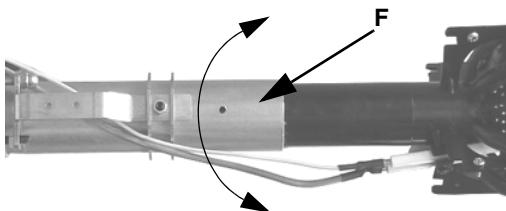
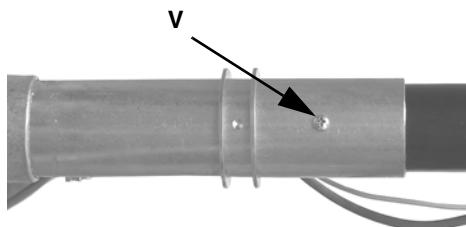

Fig. 19
Fig. 20
- 5 Scoateti flansa si capul de ardere impreuna (Fig. 19).
- 7 Desurubati surubul **V**, rotiti capul cu 180° in jurul axei sale , asa cum se vede in Fig. 19, pana se gaseste gaura **F** . Strangeti surubul din nou (Fig. 19 - Fig. 20).